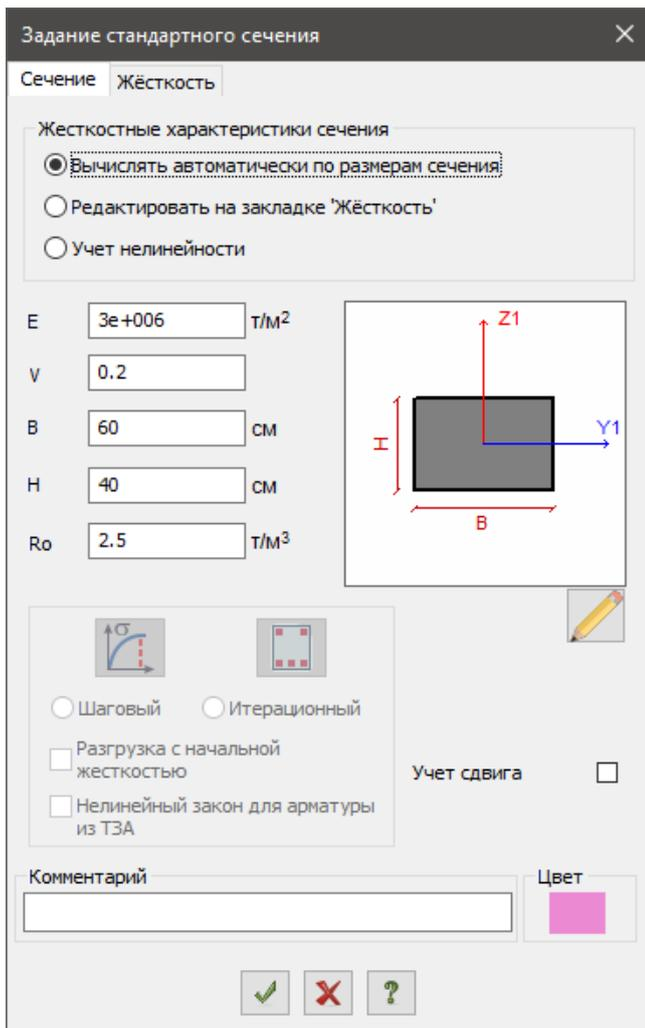

Рис.16.10. Диалоговое окно Задание стандартного сечения
- ❑ В диалоговом окне **Задание стандартного сечения** (рис.16.10) задайте параметры сечения **Брус**: